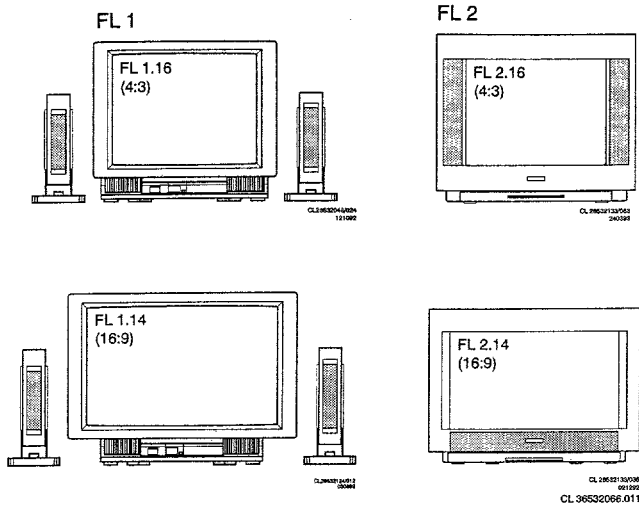

Fig.1
Um Beschädigungen von ICs und Transistoren zu verhüten, muß jeder Hochspannungsüberschlag vermieden werden. Um eine Beschädigung der Bildröhre zu verhüten, muß zur Entladung der Bildröhre das in Abb. 1 angegebene Verfahren angewendet werden. Benutzen Sie einen Hochspannungstaster und ein Universal-Meßinstrument (Einstellung DC-V). Die Entladung muß erfolgen, bis der Zeigerausschlag des Instruments 0 V beträgt (nach ca. 30 s).
1. Modellübersicht (Abb. 1)